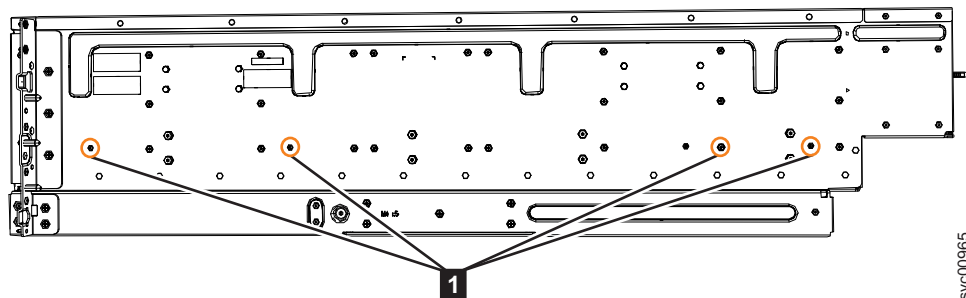

図 34. 内部レールをエンクロージャーに取り付けるねじの位置
4. 4 本の M4 ねじを使用して、内部レールをエンクロージャーの側面に取り付けます。58 ページの図 34 はねじの位置を示しています。